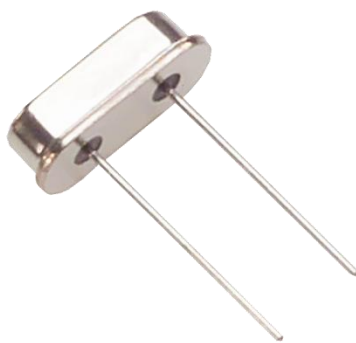

Рисунок 3.3 – Кварцевый резонатор
3. Высокоскоростной генератор, стабилизированный внешним кварцевым резонатором (англ. High Speed External, HSE). Генератор позволяет вырабатывать тактовую частоту в диапазоне 2...16 МГц. При этом частота задается и стабилизируется специальным элементом – **кварцевым резонатором** (рисунок 3.3). В обиходе его называют просто «кварцем».